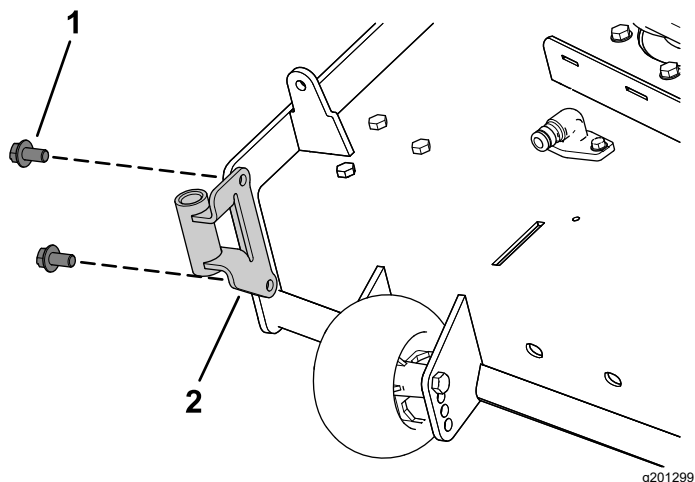

Figura 8
1. Instale o suporte do soprador na plataforma do cortador utilizando dois parafusos de cabeça de anilha sextavada ($\frac{3}{8}$ pol. x $\frac{3}{4}$ pol.) como se mostra na Figura 8.